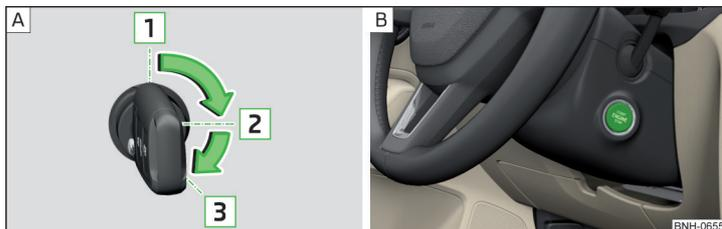

Fig. 180 Posicionamiento de la llave del vehículo en el contacto / Botón de inicio
» fig. 180 - [A]
» Presionar el botón » fig. 180 - [B], el encendido es conectado/desconectado.
» En vehículos con **cerradura de encendido**, girar la llave en la posición **3** » fig. 180 de la pág. 163 - [A], se realiza el proceso de inicio. Luego suelte la llave, el motor arranca automáticamente.
» En vehículos con **botón de inicio**, presionar brevemente el botón » fig. 180 de la pág. 163 - [B], el motor arranca automáticamente.
- » En vehículos con **cerradura de encendido**, girar la llave en la posición **1** » fig. 180 de la pág. 163 - [A].
- » En vehículos con **botón de inicio**, presionar el botón » fig. 180 de la pág. 163 - [B], el motor y el encendido son desconectados al mismo tiempo.
» Mantener presionado el botón » fig. 180 de la pág. 163 - [B] o presionarlo dos veces dentro de 1 segundo.